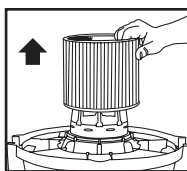

FIGURA 19
24. Deslice el filtro de cartucho para sacarlo del alojamiento de la tapa. **FIGURA 19.**